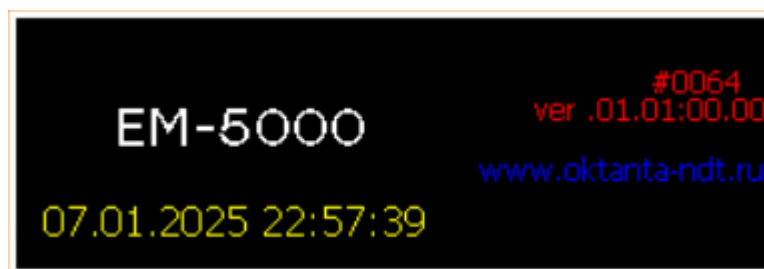

Рисунок 2.1 – Окно с информацией о приборе
2.2.1 Для включения прибора нажать и удерживать кнопку  в течение 3 с. После этого на экране появляется окно с информацией о приборе, включая версию его программного обеспечения (Рисунок 2.1).